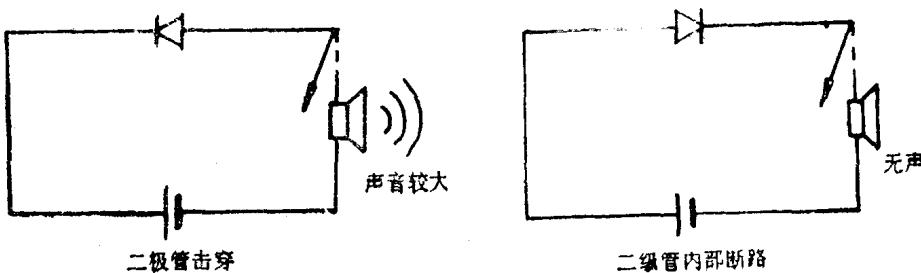

图 4
②如果没有万用表，也可用电池、喇叭（或耳机）与被测二极管串联。当二极管负端接电池的正极，正端串接喇叭再接电池负极（反向连接），断续接通时，若喇叭发出较大的“咯咯”声，表明二极管已击穿；反过来，如果将二极管正向连续接通时，喇叭无一点响声，表明二极管内部断路，接线如图 4 所示。